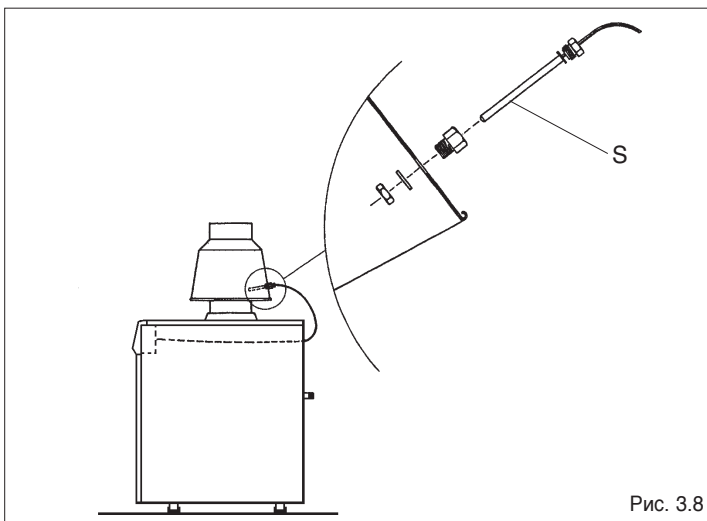

Рис. 3.8
- установите датчик S термостата дымоудаления (расположенного на задней стороне котла) в предназначенное для него гнездо на антирефулере и закрепите его гайкой (Рис. 3.8).